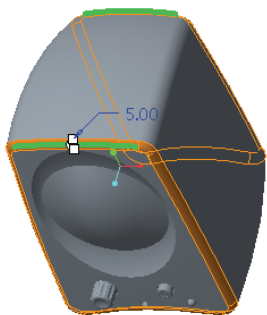

图 12-136 选择边参考
- 3) 结合〈Ctrl〉键选择图 12-136 所示的边线。